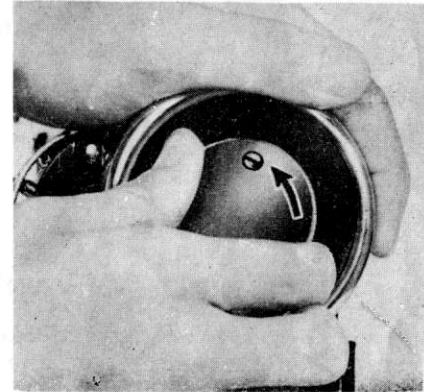

Fig. 1
1. Bij het opwinden van het spoeltje moet het vliegwiel van het naaimechanisme worden losgekoppeld. Houdt het vliegwiel met de linkerhand vast en draai de koppelingsschijf (fig. 1) met de rechterhand naar U toe. Hierdoor kan het vliegwiel vrij draaien, terwijl de naaldstang stil blijft staan. Het vliegwiel is nu vrijgemaakt voor het opwinden van de spoel.